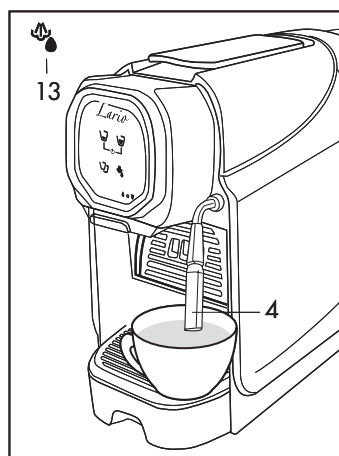

Fig. 12
- Coloque una taza debajo de la boquilla (4) (Fig.12)
- Manteniendo presionado el símbolo (13) la máquina dispensa agua caliente (Fig.12), suelte el botón cuando se alcanza la cantidad deseada
- Con la ligera presión de un toque en el símbolo (13) se activa la función vapor (Fig.12) pulse otra vez el botón para detener la función vapor